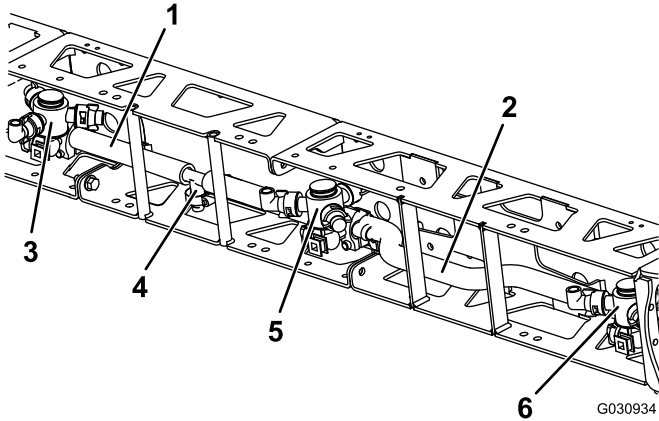

Figura 13
- Conecte la manguera del brazo derecho al cuerpo de la torreta doble de la extensión del brazo central y al cuerpo de la torreta derecha (Figura 13).
- Instale el acoplamiento en T que se retiró anteriormente y las otras 2 mangueras (9-1/8"), según se muestra en Figura 13.